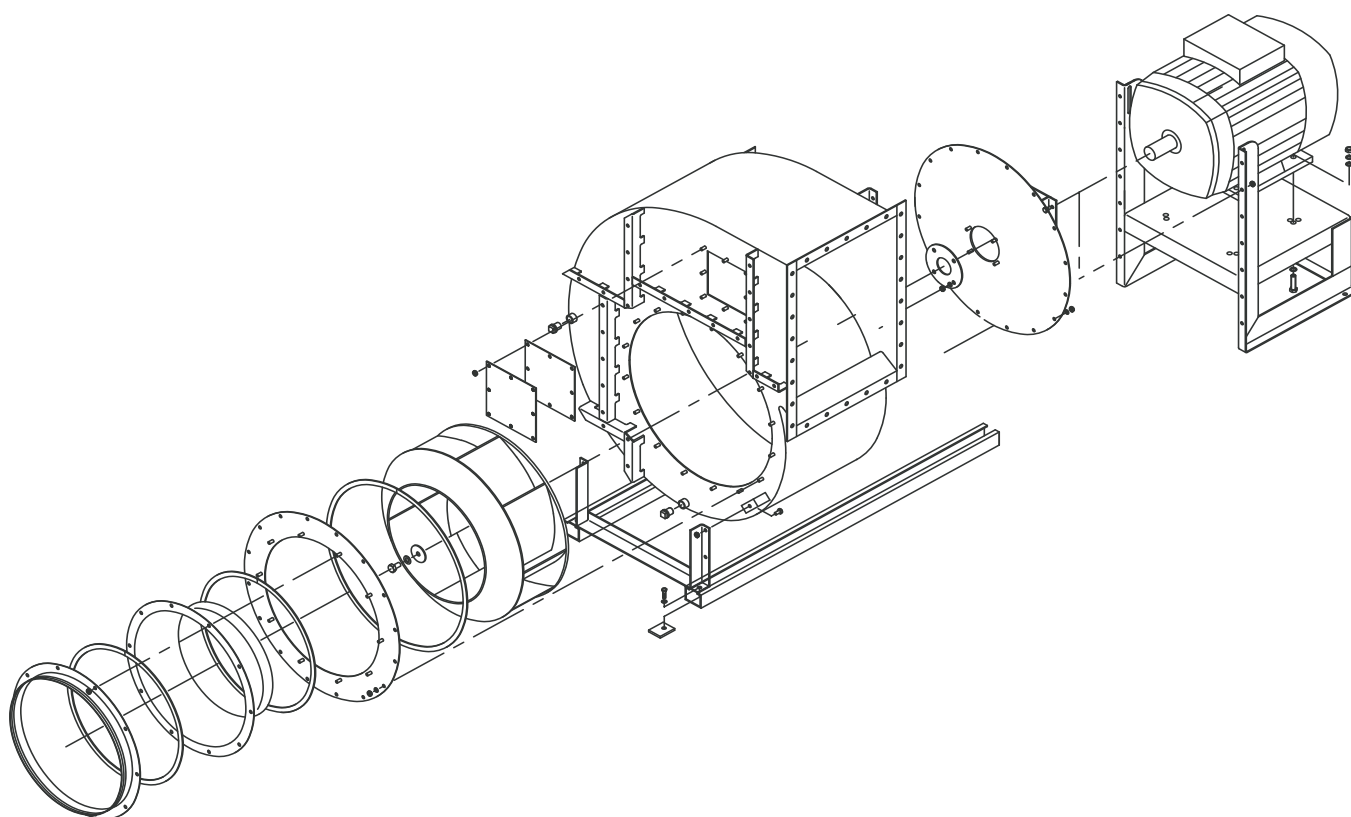

Fig. 4
Fig. 4, først demonteres kanalen fra ventilatorens sugeside, hvorefter kanalstuds pos. 1, indløbstragt pos. 3 og mellemflange pos. 5 demonteres ved at løsne og afmontere møtrikkerne pos. 6. Derefter demonteres skrue pos. 12 og motorskive pos. 10, som fastholder ventilatorhjulet. Ventilatorhjulet demonteres med aftrækker som fastgøres i de 2 stk. gevindhuller, som er placeret i ventilatorhjulets nav.
Fig. 4, ventilatorhjulet pos. 9 placeres på akslen hvorefter pos. 10-12 monteres og skruen pos. 12 spændes. Derefter monteres kanalstuds pos. 1, indløbstragt pos. 3 og mellemflange pos. 5, husk at kontrollere at spalten mellem indløbstragt pos. 3 og ventilatorhjul pos. 9 overalt er lige stor, samt at pakningen pos. 8 stadig er elastisk. Derefter fastspændes skrue pos. 6.